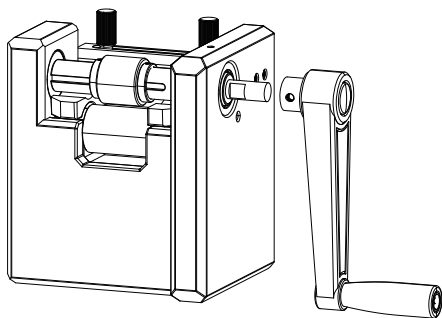

図2
2. 図2に示すように、ハンドルのねじ穴を主轴の切欠部分に合わせて差し込みます。